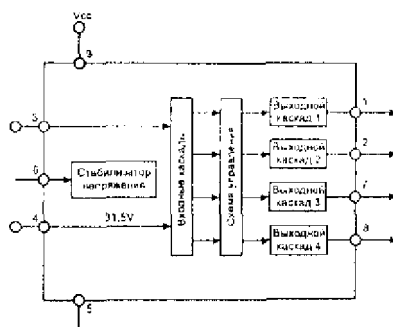

Рис. 2.12. Структурная схема микросхемы AN5171
Как видно из структурной схемы микросхемы AN5071, приведенной на рис. 2.12, в ней, помимо схемы управления и четырех выходных управляющих каскадов (один из них не используется), имеется стабилизатор напряжения 31,5 В, используемый для настройки тюнера (BT).